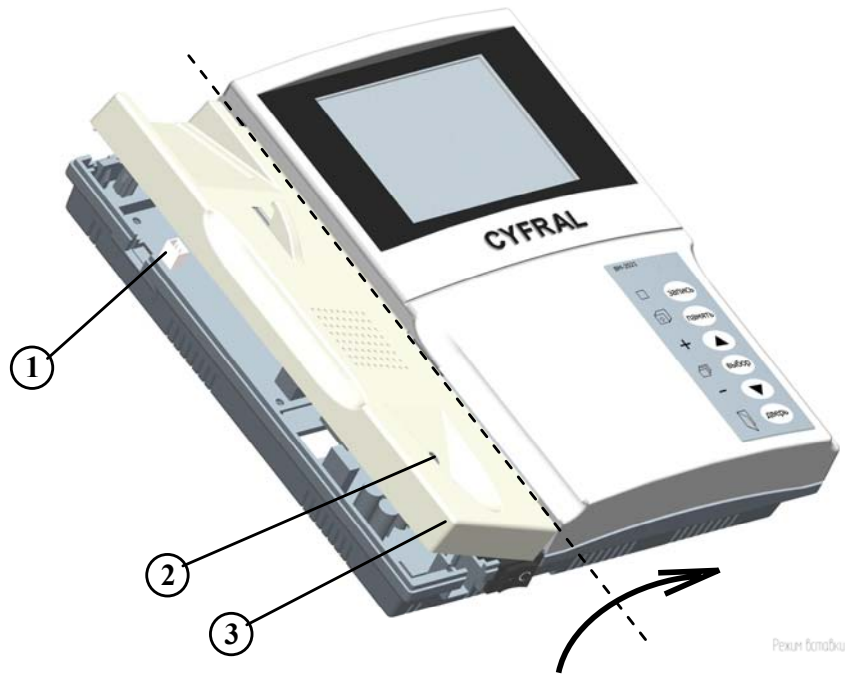

Рисунок 2
1. Открутите винт 2, фиксирующий съёмную крышку 3 видеомонитора. Снимите съёмную крышку 3 (см. рисунок 2).
2. Отключите динамик от платы контроллера, вынув разъём из вилки 1 (см. рисунок 2)